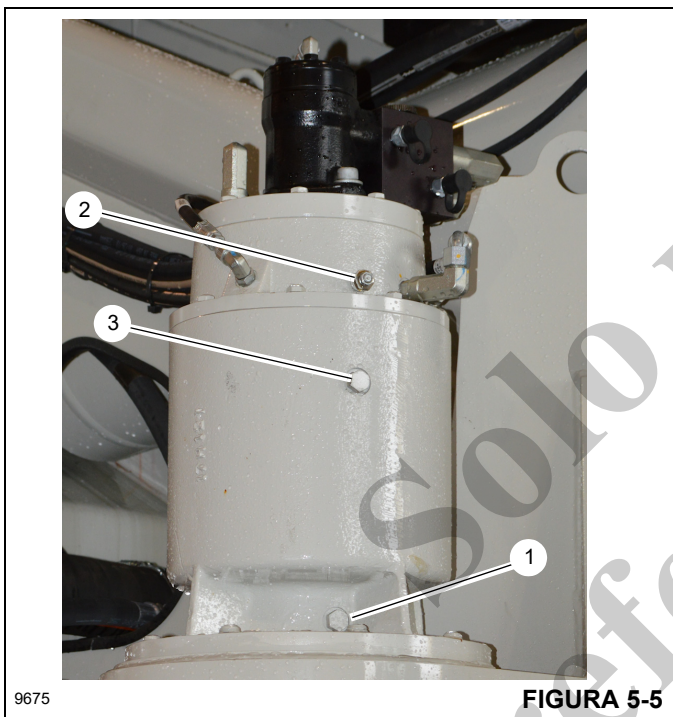

FIGURA 5-5
1. Retire el tapón de vaciado (1, Figura 5-5) y el tapón con respiradero (2) para vaciar el aceite del mecanismo.
3. Instale el tapón de vaciado (1). Inspeccione y sustituya el anillo "O", si es necesario.
4. Retire el tapón de nivel/llenado de aceite (3). Llene el mecanismo de giro con 2.4 l (2.5 qt) del tipo de aceite correcto y luego instale el tapón con respiradero (2) y el tapón de nivel/llenado (3). Inspeccione y sustituya los